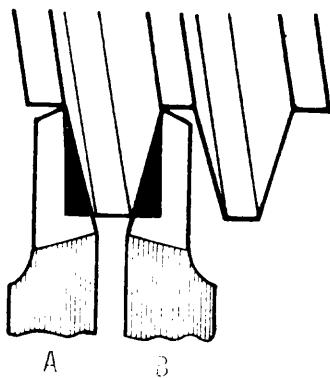

Fig. 7
- 3 En roscas a la derecha use primero la herramienta B (figs.7 y 8).